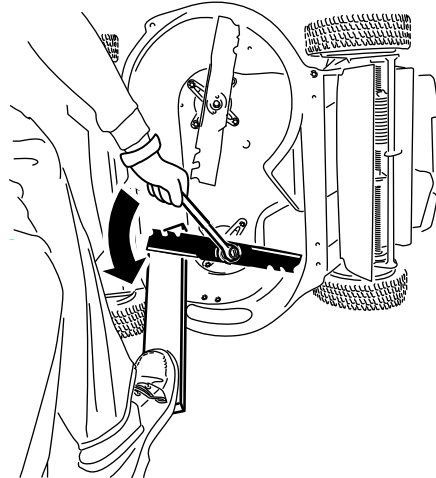

Bild 40
1. Halten Sie jedes Messer mit einem Holzblock fest und drehen Sie die Messerschraube nach links, wie in Bild 40 dargestellt.